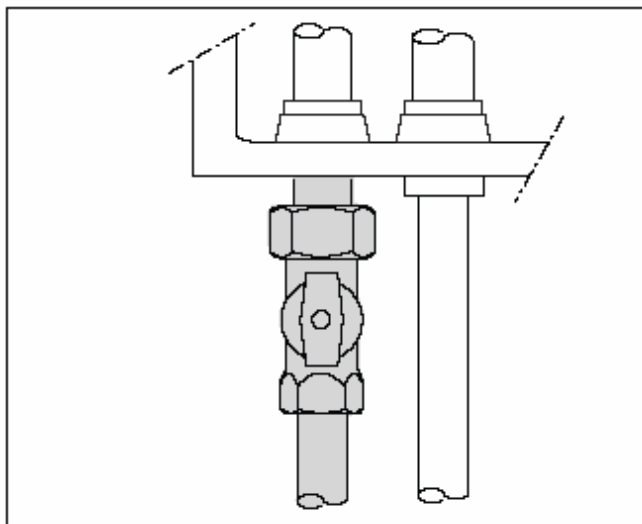

Рис. 5 Газовое присоединение
- Выполнить газовое присоединение в соответствии с местными правилами. На подводящем газовом трубопроводе установить запорный газовый кран на резьбе (принадлежности). Трубопровод присоединить без натяга (рис. 5).